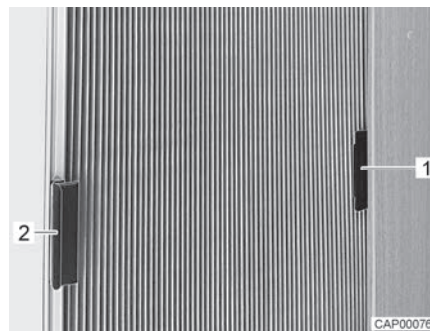

Bild 6 Plisségardin för sidorutan (stängd)
- Skjut alltid plisségardinen i handtaget (Bild 6,1) i påbyggnaden (Bild 6,2). Plisségardinen är på så sätt säkrad mot oavsiktlig stängning.